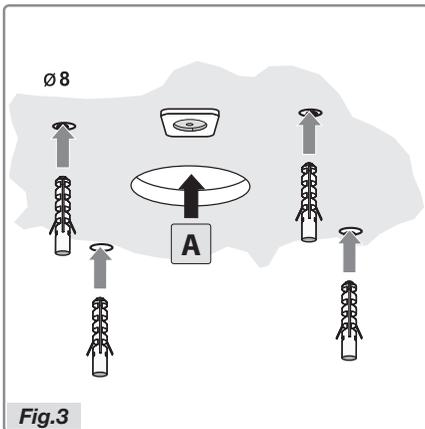

Fig.3
- Créez l'ouverture d'évacuation d'air **A** (Fig.3).